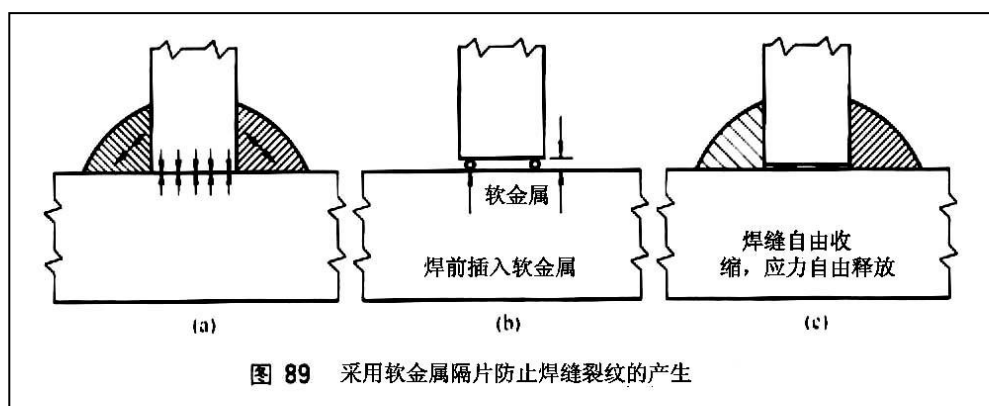

图 89 采用软金属隔片防止焊缝裂纹的产生
对于厚板上比较大的焊缝，如果焊接前两块金属板之间几乎没有间隙，焊接时工件不可能移动。当焊缝冷却收缩时，所有的收缩应力被焊缝吸收。一旦焊缝受到严重的拘束，收缩应力就会使得焊缝产生裂纹，特别是两金属板之间的第一道焊缝更容易产生裂纹，如图 89(a) 所示。
① 在两块金属板之间插入用软金属制作的隔离片，如图 89(b) 所示。当焊缝收缩时，软金属隔离片变薄。如果采用铜作隔离片，一定要注意焊缝金属不能与铜相熔合。
② 采用火焰切割获得粗糙的切口。切口上面的毛刺可使金属板之间保持一定距离，当焊缝收缩时毛刺会被压扁。
③ 冲压将待焊金属表面加工得凹凸不平。这种方法与采用火焰切割来获得粗糙金属表面的方法类似，一般情况下当焊缝冷却后，两金属板可被牢固的焊接在一起，如图 89 (c) 所示。